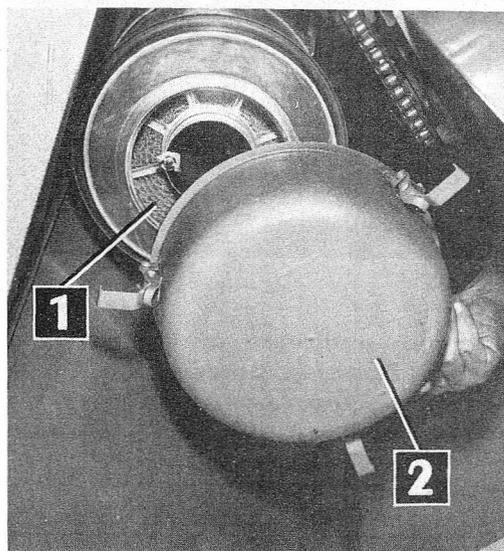

FIG. 37
L'elemento filtrante (1 - fig. 37) del filtro vero e proprio si smonta togliendo la coppa (2) che contiene l'olio: lavarlo accuratamente in petrolio e lasciarlo gocciolare.